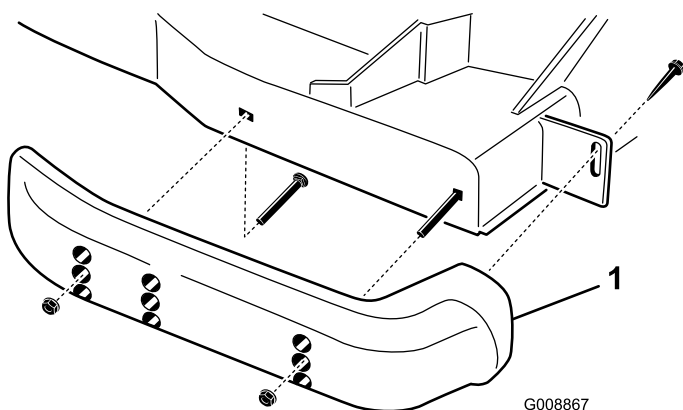

図 29
1. 各スキッドの前にあるねじをゆるめる (図 29)。
2. 各スキッドからフランジヘッドボルトとナットを外す (図 29)。